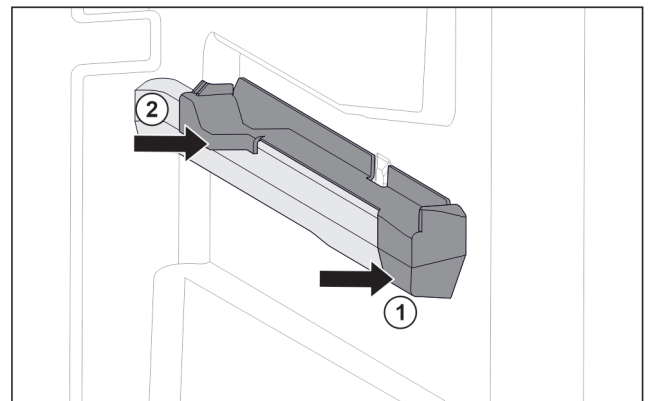

Fig. 125 Aufsteckteil auf der rechten Behälterrippe
- ▶ Aufsteckteil vorne an Behälterrippe ansetzen. Fig. 125 (1)
- ▶ Aufsteckteil hinten andrücken. Fig. 125 (2)